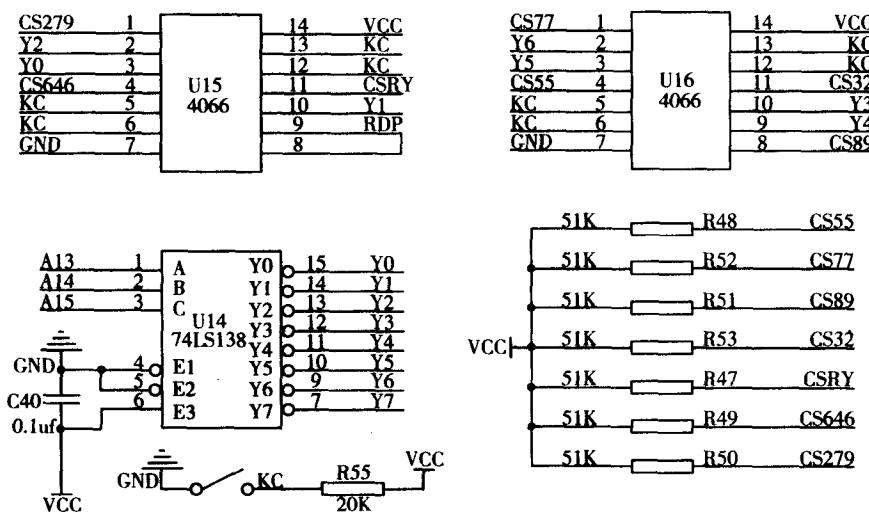
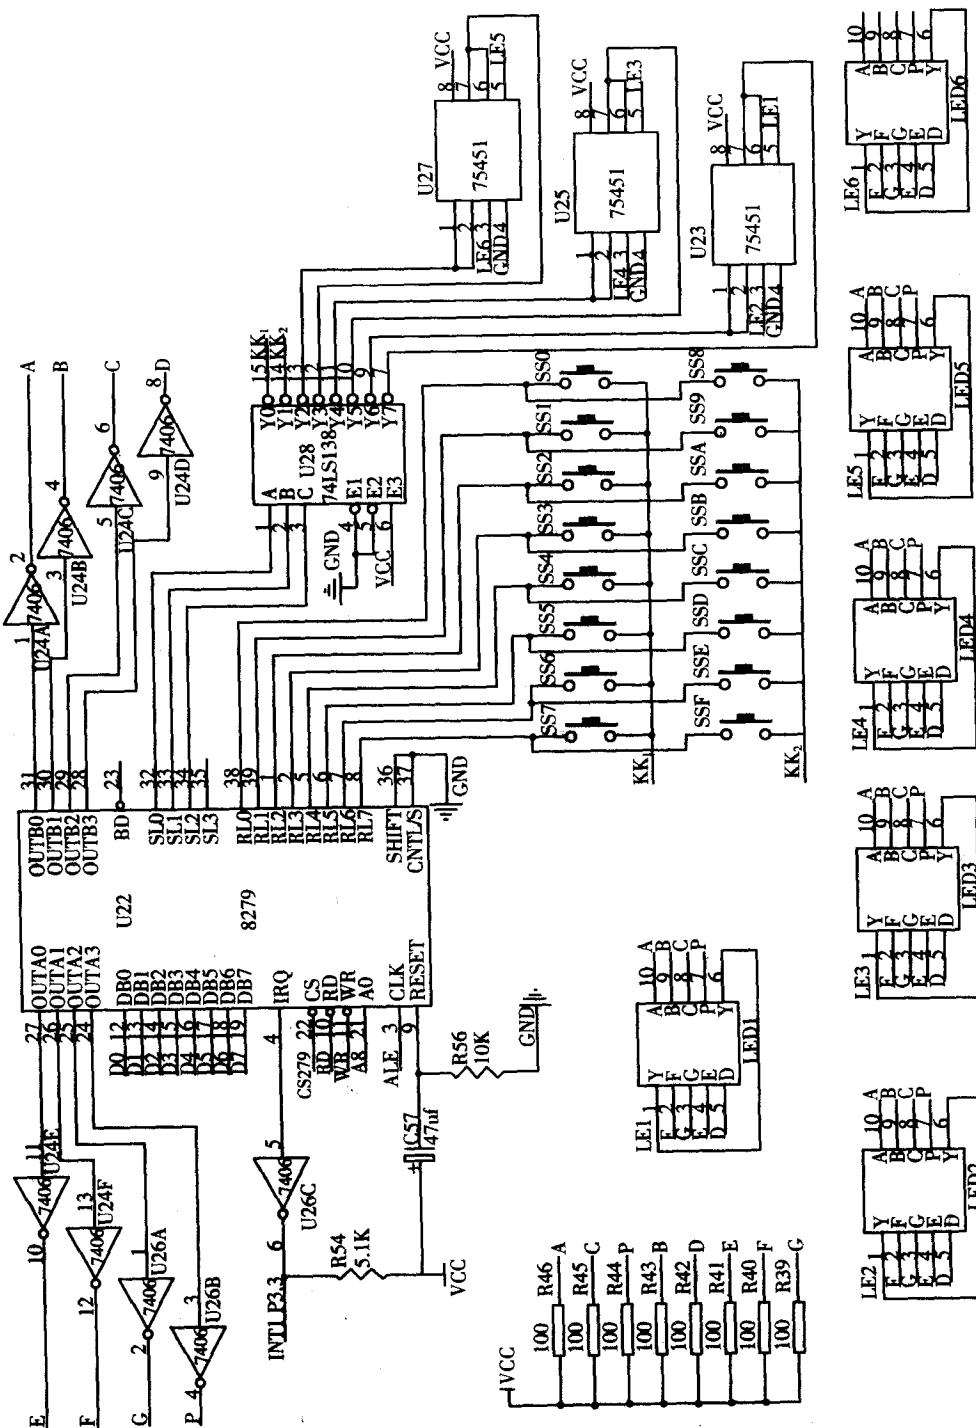

图 1-2 单片机实验箱接口地址分布示意图(译码法、线选法)
图 1-13 8279、键盘及 LED 显示电路示意图
3. 控制开关 KC 接至(下)低电平时,8255、0809、0832、8279、6264 的片选信号都接至拉高电阻为高电平,供用户自行进行地址空间的重新分配。地址译码可按线选法进行,也可按译码法进行,地址由译码器输入端连接到高位地址线确定。ZY15MCU12BC2 型实验箱的 I/O 地址译码电路如图 1-2 所示。
ZY15MCU12BC2 型实验箱由十个相对独立又有机结合的模块构成,形成一个 MCS-51 的特殊扩展系统。实验模块是:CPU 最小系统(8031+373+2764)、74LS164 和指示灯 L8~L15、步进电机、0832 和直流电机、0809 和温度测量及压力测量模块、8279 和键盘及 LED 显示器、8255 和打印机接口、外部 RAM6264、开关 K0~K7、指示灯和布线区。这些模块既可单独做实验,又可合在一起做系统软、硬件实验,此外,系统灵活的布线也可做各种 MCS-51 单片机的 I/O 接口应用实验。有关实验原理图见图 1-2~图 1-13。